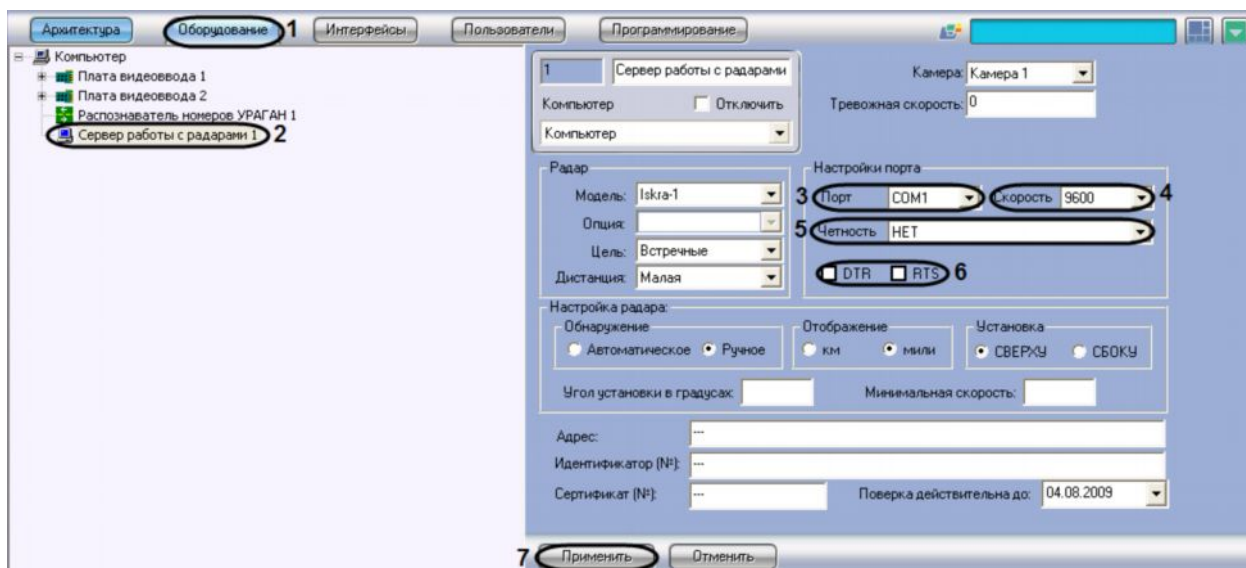

Рис. 7.4.2-1 Панель настроек объекта «Сервер работы с радарамми»
1. Перейти во вкладку «Оборудование» диалогового окна «Настройки» программы «Авто-Интеллект» (см. Рис. 7.4.2-1, 1).
2. В дереве объектов на вкладке «Оборудование» выбрать объект «Сервер работы с радарными», соответствующий настраиваемому программному модулю «Радар» (см. Рис. 7.4.2-1, 2). В правой части вкладки «Оборудование» отобразится панель настройки выбранного объекта.
3. Из списка «Порт» выбрать номер последовательного (COM) порта подключения устройства «Радар» (см. Рис. 7.4.2-1, 3).
4. При необходимости изменить параметры скорости обмена данными между сервером и устройством «Радар» (см.Рис. 7.4.2-1, 4).
5. При необходимости изменить параметры режима контроля четности битов при обмене данными (см. Рис. 7.4.2-1, 5)
6. В том случае, если устройство «Радар» являются пассивным (т.е. питание не подается независимым образом) необходимо активировать питание устройств «Радар» через выходы последовательного (COM) порта DTR или RTS. Данная операция выполняется путем установки флажков «DTR» или «RTS» (см. Рис. 7.4.2-1, 6).
7. Нажать кнопку «Применить» для сохранения всех изменений (см.Рис. 7.4.2-1, 7).